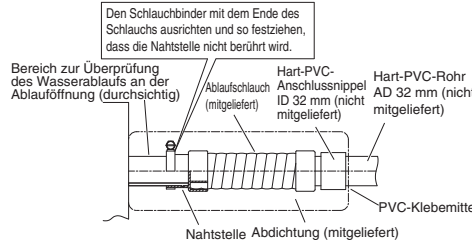

Abb. 3-24
- (1) Ein Standard-Hart-PVC-Rohr (Außendurchmesser: 32 mm) als Abföhrleitung zusammen mit dem mitgelieferten Abföhrschlauch und Schlauchbinder verwenden, um Undichtigkeiten zu vermeiden. Das PVC-Rohr muss separat gekauft werden. Hierbei einen Spalt zwischen Ablauf-Anschlussstutzen und PVC-Rohr lassen, um eine Prüfung des Abflusses zu ermöglichen. Das Schauglas an der Abföhröffnung gestattet die Kontrolle des Abflusses. (Abb. 3-24)
- Das Abföhrrohr einschieben, bis dieses auf dem Anschlussnippel aufsitzt, wie in Abb. 3-24 gezeigt; danach das Rohr mit der Schlauchschelle gut befestigen.
- Die Schlauchschellen beim Festziehen so positionieren, dass die Sicherungsmuttern nach oben weisen. (Abb. 3-24)